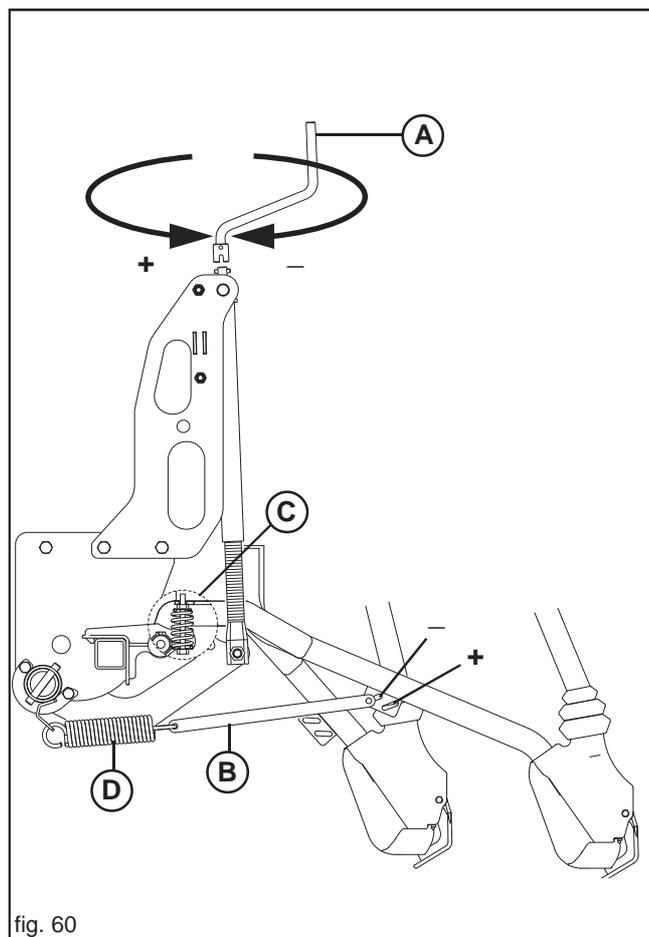

fig. 60
Die Aussaattiefe wird mit einer Kurbel gleichzeitig für alle Scharren eingestellt. Beim Drehen dieser Kurbel (A, Abb. 60) im Uhrzeigersinn üben die Scharren mittels der Zugfedern einen größeren Druck auf den Boden aus und das Saatgut fällt automatisch tiefer in den Boden.
Nur mit Stiefelscharenreißern ist als Zubehör eine Feder (C, Abb. 60) verfügbar, die das Gewicht des einzelnen komplett entlasteten Federelements (D) annulliert. Dadurch wird eine oberflächliche Saatgutsstreuung ermöglicht.